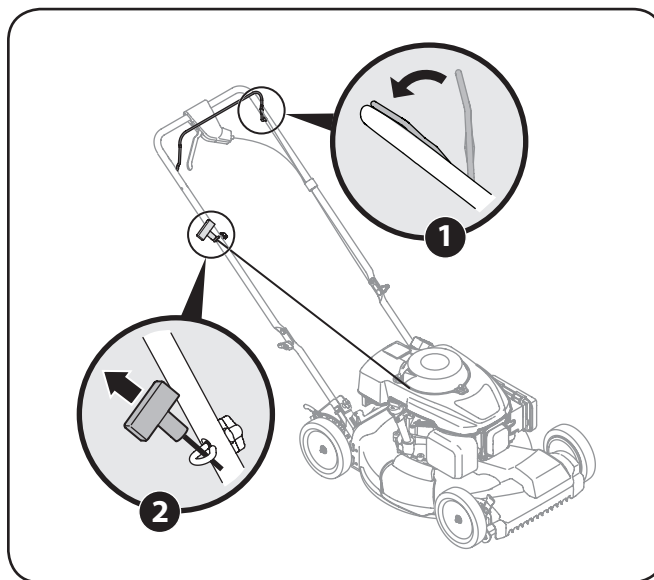

Figura 5-2
1. Colóquese detrás de la podadora, apriete la manija de control de la cuchilla y sosténgala contra la manija superior. Vea la Figura 5-2.